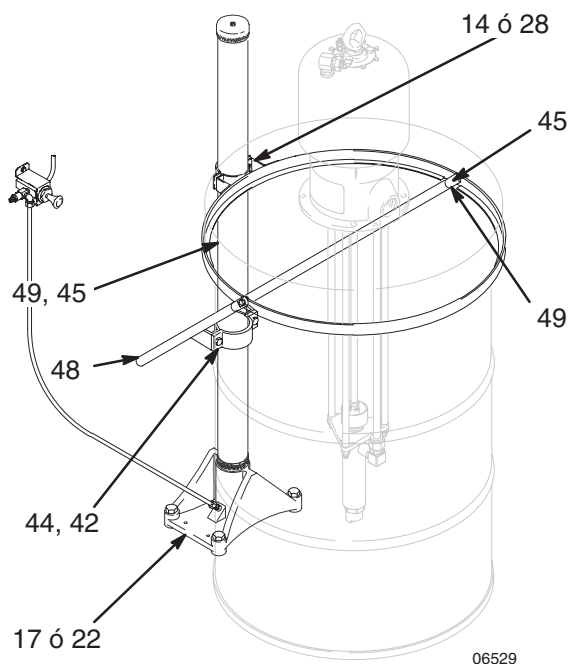

Fig. 4
Coloque la tapa en su lugar, en el anillo de soporte (49), y apriete los tornillos de cabeza (45). Coloque un bidón abierto contra la base del elevador (17 ó 22) y ponga la tapa en el bidón de forma que los huecos de la abrazadera de soporte (44) queden apretados contra el tubo de elevación (14 ó 28) del elevador. Suba el tubo elevador unos 6,4 mm, y apriete los tornillos de las abrazaderas (42). Vea la Fig. 4.